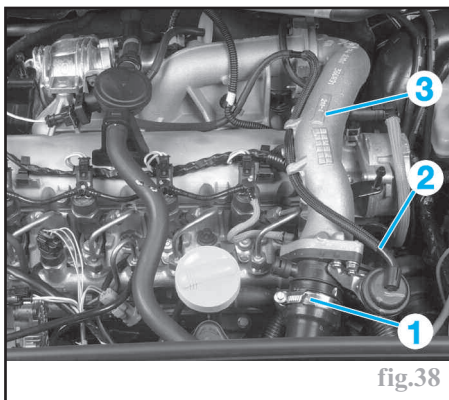

fig.38
- le conduit d'air souple (1) sur le boîtier du volet d'arrêt (fig.38),
- le tuyau sur la capsule du volet d'arrêt (2).
- le conduit d'air métallique du collecteur d'admission (3) et récupérer son joint.
- le conduit d'air métallique du collecteur d'admission (3) et récupérer son joint,